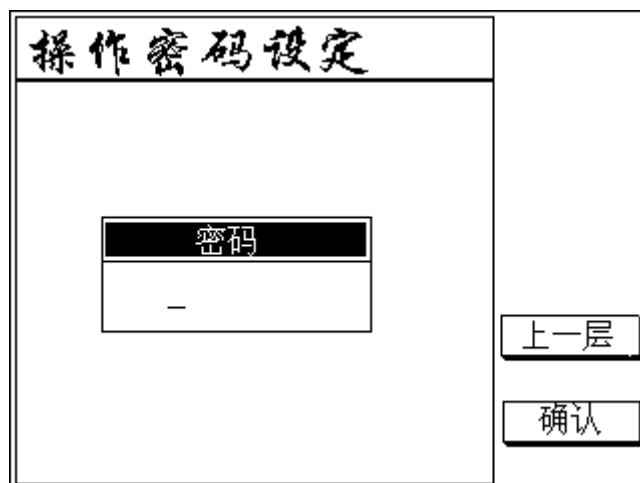

图 14
- 屏幕键三用以系统操作密码设定，按下屏幕键显示如（图 14）所示
在此界面下（图 14）实现功能如下：